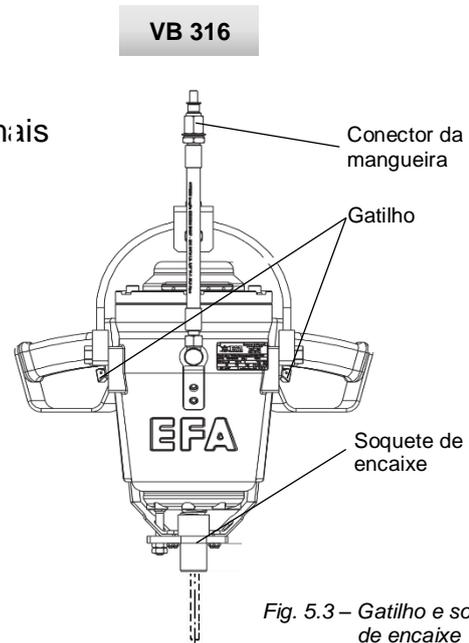
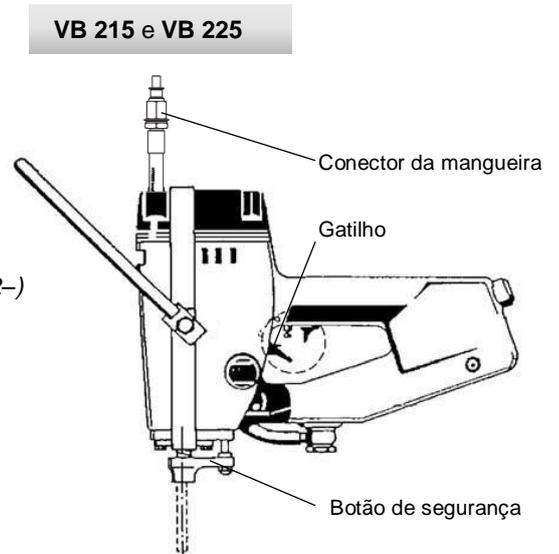
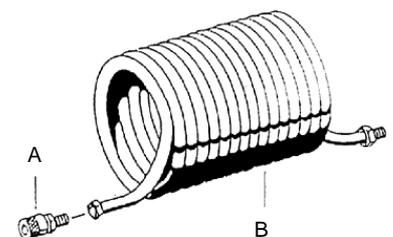

Fig. 5.3 – Gatilho e soquete de encaixe
Fig. 5.4 – Gatilho e botão de segurança
Fig. 5.5 – Mangueira espiral com acoplamento
Antes de conectar (consulte Fig. 5.3, Fig. 5.4, Fig. 5.5)
Puxe a luva recartilhada para trás do engate de uma mão de segurança (A), consulte a *Fig. 5.5 Mangueira espiral com acoplamento*, e segure-a contra o batente.